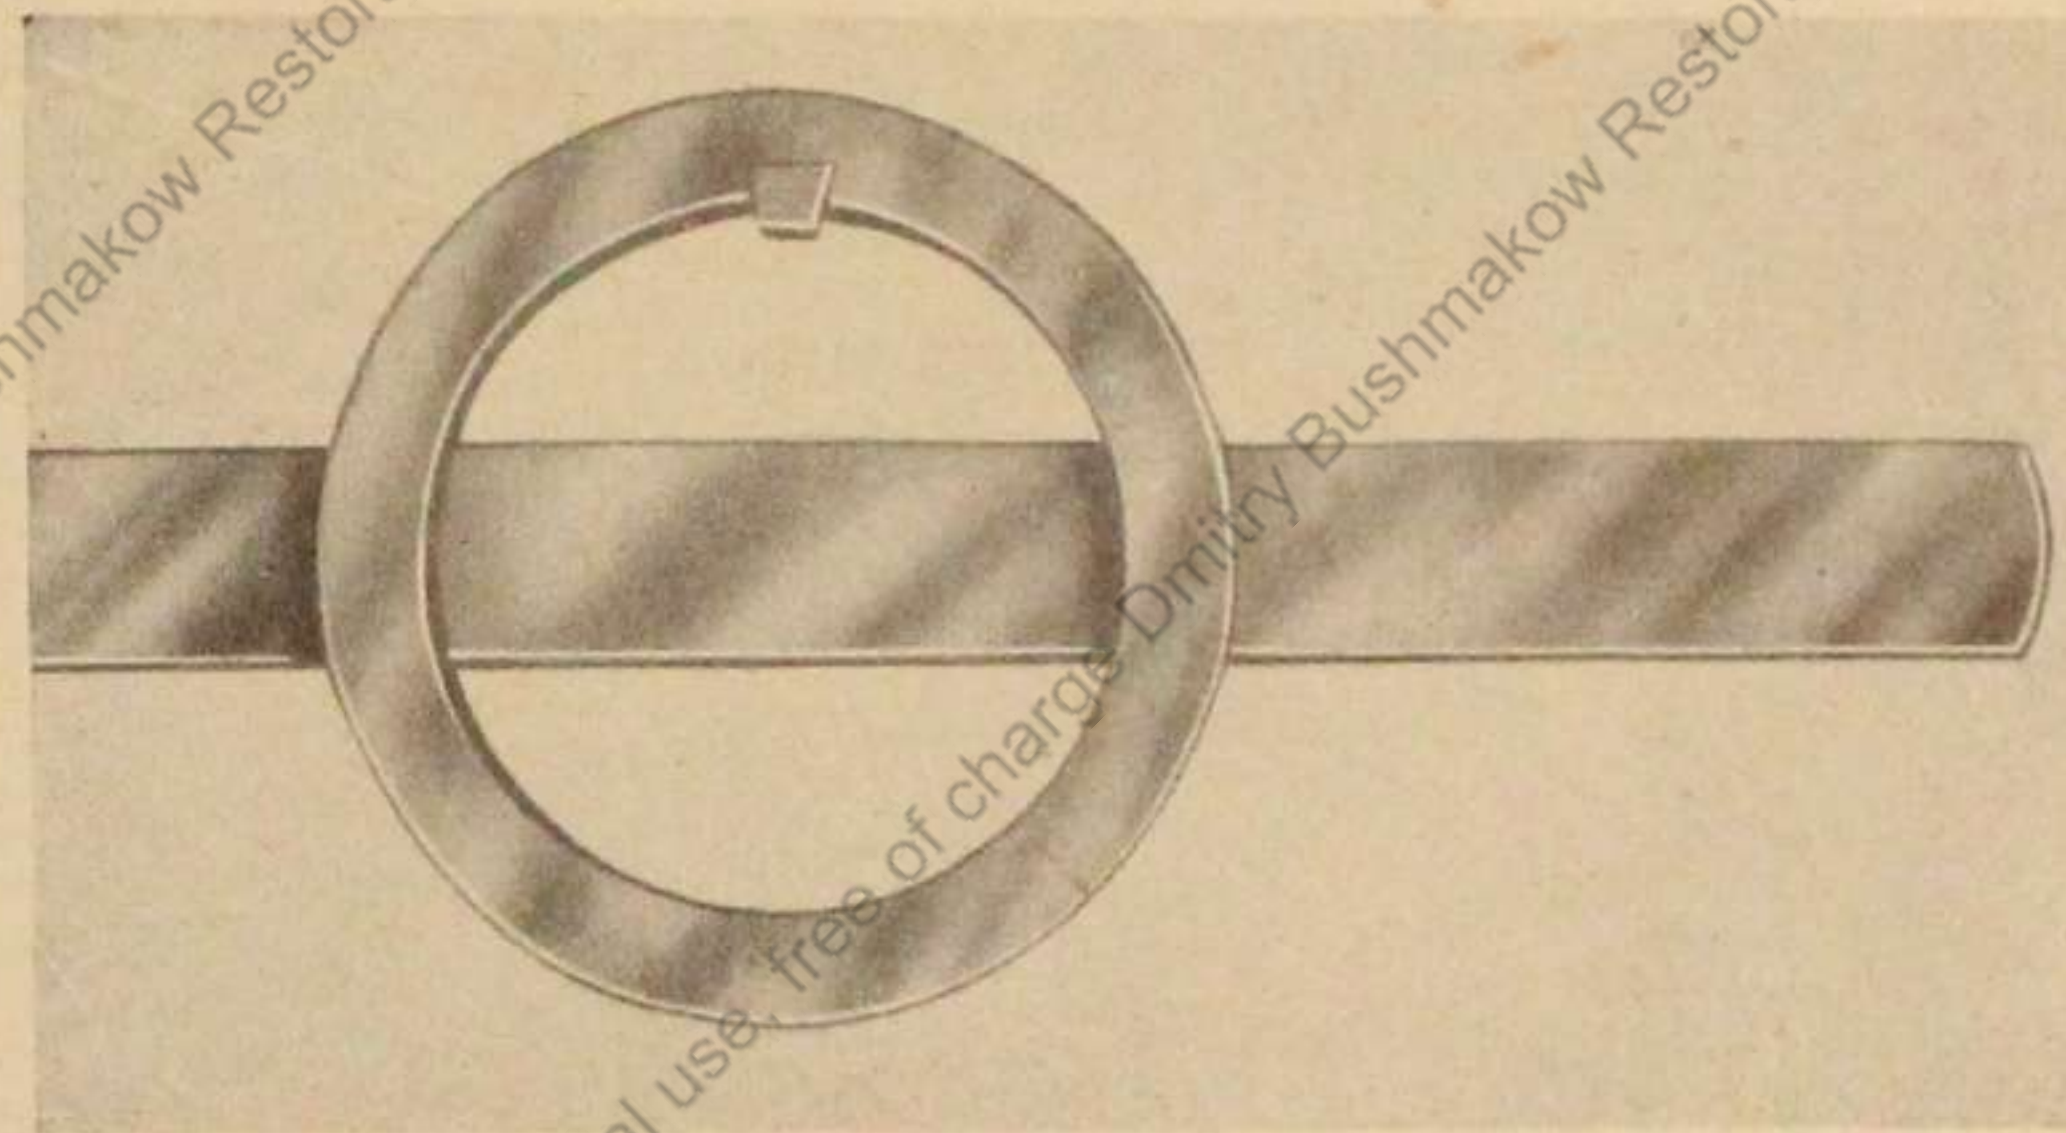

Bild 40
Ringschlüssel für Nutmutter des Laufwerkhebels K 7660/16, Bild 40.
5. Nutmutter mit Ringschlüssel (K 7660/16, Bild 40) lösen.
Ringschlüssel für Nutmutter des Laufwerkhebels, K 7660/16, Bild 40.